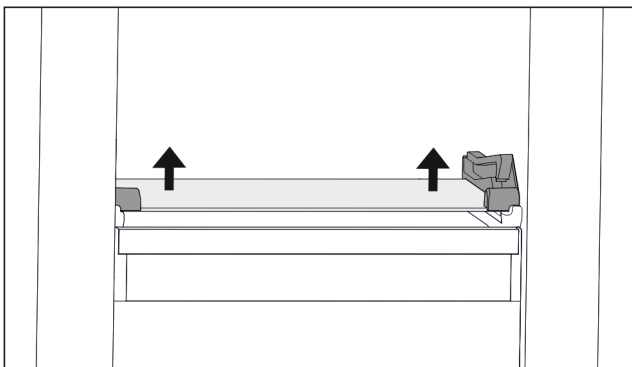

Fig. 72 Glasplatte des abklipbaren Schubfachs
- ▶ Glasplatte von unten beidseitig nach oben drücken. (zie Fig. 72)